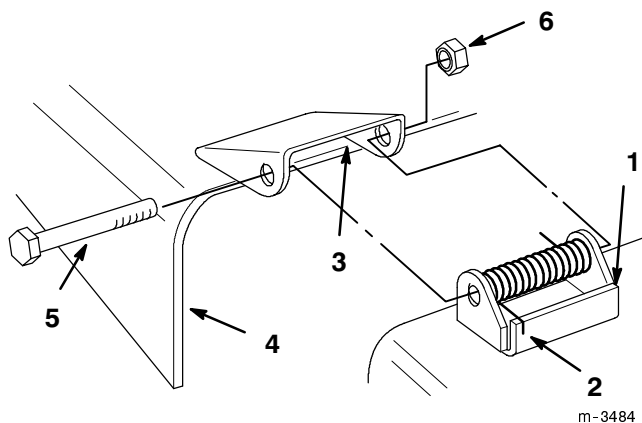

Figure 1
1. Mettre les ressorts en place dans les supports de montage de l'éjecteur sur le plateau de coupe, en accrochant le bout recourbé du ressort sur le dos du support (Fig. 1).
2. Aligner les trous des pattes de l'éjecteur et des supports, et glisser le bout droit droite des ressorts dans l'espace compris entre les pattes et l'éjecteur (Fig. 1).
3. Fixer l'éjecteur aux supports à l'aide de boulons passés à travers les pattes de l'éjecteur, les ressorts et les supports, et d'écrous (Fig. 1).